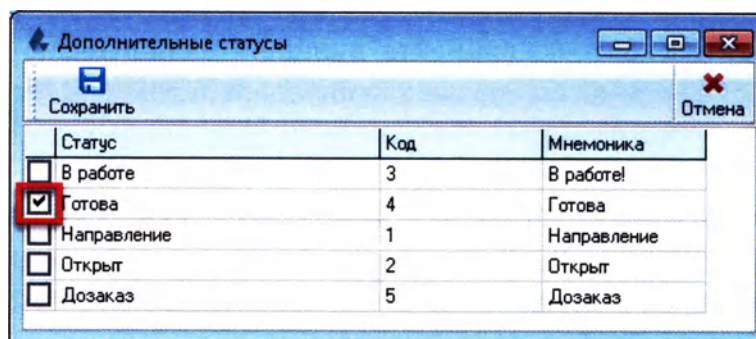

Рисунок 11.6
3. В открывшемся окне выберите галкой новый статус (Рисунок 11.6):